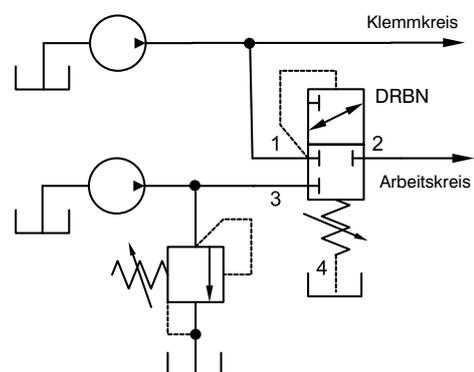

Bild 7:
- In Ruhestellung geschlossene 2/2-Wegeventile mit vier Anschlüssen werden hauptsächlich benutzt, um Sperrfunktionen beim Fehlen eines Ansteuersignals zu realisieren (Siehe Bild 7).